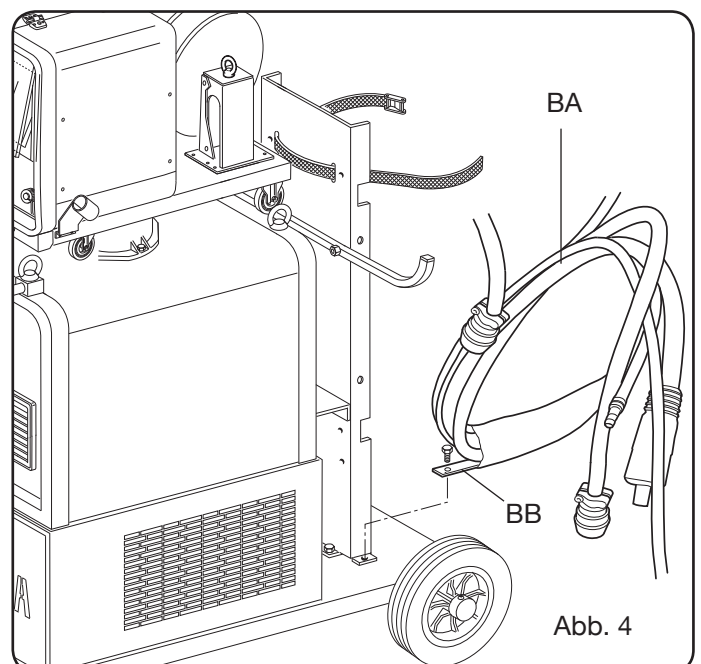

Abb. 4
- Das Ende der Zwischenverbindung **BA** mit der Lasche **BB** am Boden der Maschine befestigen, wie in Abb. 4 dargestellt ist.